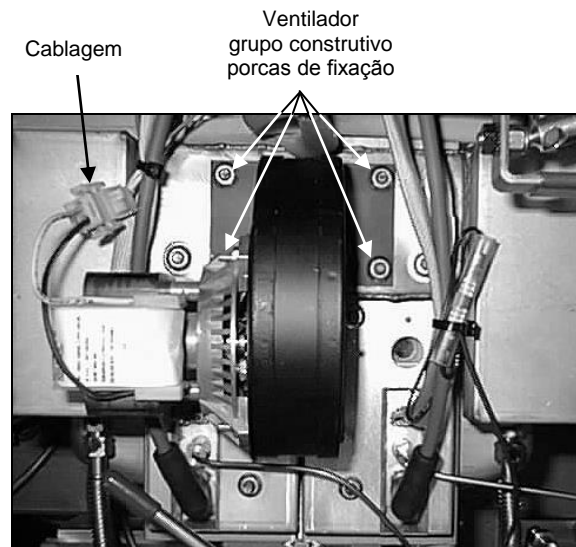

Figura 1
1. Desligue a cablagem do ventilador e retire as quatro porcas de fixação do ventilador (veja abaixo a Figura 1) Em algumas posições, pode ser necessário retirar o módulo antes de retirar o ventilador.